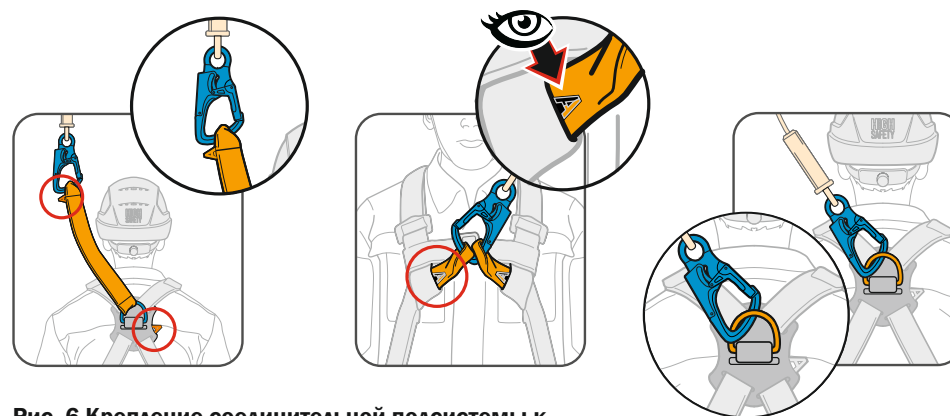

Рис. 6 Крепление соединительной подсистемы к анкерным точкам на привязи.
3. Соединить карабин соединительной подсистемы с точкой крепления привязи маркировкой «А» (буква «А» должна быть полностью закрашена) или соединив одновременно с двумя точками крепления, обозначенными половиной буквы «А» (рис. 6).